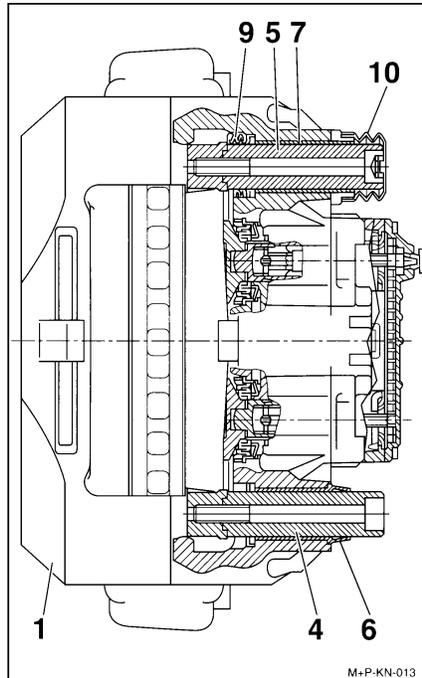

FIGURE 9: MÉCANISME DE GUIDAGE¹²¹¹⁴
- a. Lorsque les garnitures sont retirées, l'étrier (1) doit pouvoir être glissé librement sur une distance de 30 mm (1 3/16 po) avec ses éléments de guidage (4-7) en n'utilisant que la force manuelle. L'étanchéité du manchon (5) est assurée à l'aide de la gaine (9) et du capuchon (10).
- b. Les éléments de caoutchouc (9 et 10) ne doivent pas être endommagés. S'assurer que les éléments sont bien en place. Si nécessaire, utiliser l'ensemble de guidage (pièce #611168) ou l'ensemble de guidage et d'étanchéité (pièce #611199) pour remettre en état l'étrier de frein. S'assurer d'utiliser toutes les pièces des ensembles énumérés ci-dessus lors de la réparation d'un étrier (fig. 9). Utiliser la graisse spéciale verte (Prévost #683344) pour introduire la cheville dans la douille, la graisse jaune ou blanche (Prévost #683345) peut être utilisée pour les autres besoins de graissage.